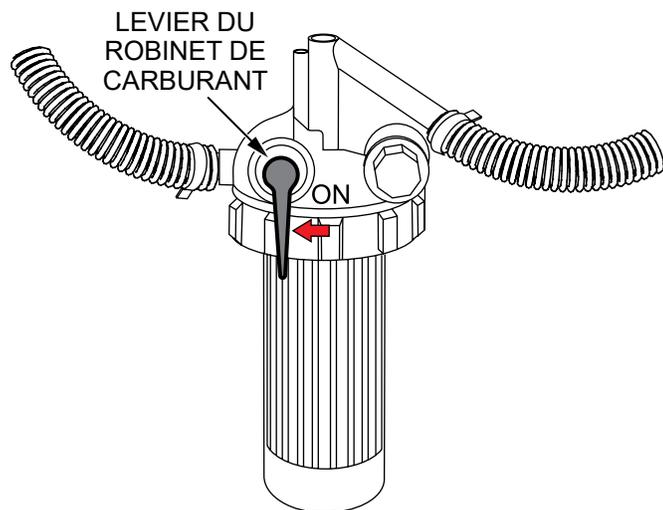

Figure 27. Levier du robinet à essence (ON)
2. Ouvrez la porte du générateur et placez le levier du robinet de carburant (Figure 27) en position **ON**.